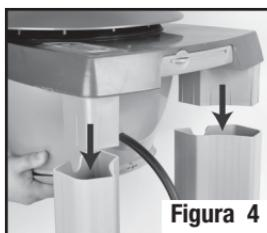

Figura 4
**3. Anexe la Cabeza del Aspirador.** Haga coincidir las torres derecha e izquierda del Montaje de la Cabeza del Aspirador dentro de los Pedestales Verticales Izquierdo y Derecho. Presione para asegurarlos (Figura 4).